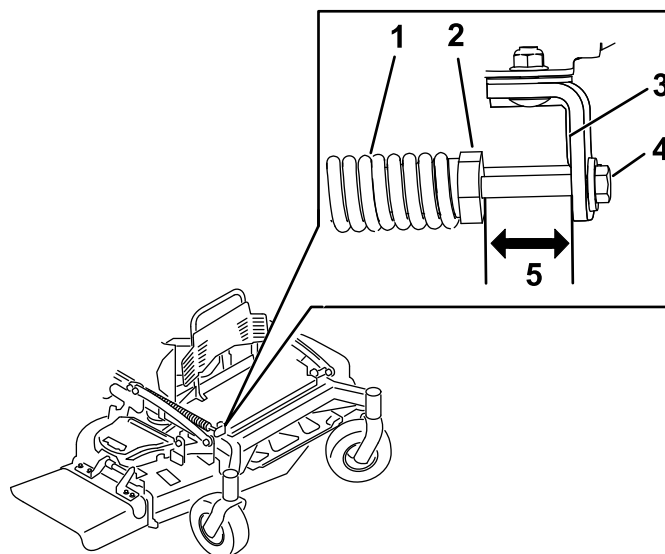

Figura 92
2. Compruebe la distancia entre la tuerca del muelle y el lado trasero del soporte de montaje soldado (Figura 92).
3. La longitud debe ser de 51 mm para carcasas de 122 cm/132 cm y de 38 mm para carcasas de 152 cm, como se muestra en la Figura 92.
4. Si es necesario, ajuste la distancia ajustando el perno situado en la parte delantera del soporte de montaje (Figura 92).